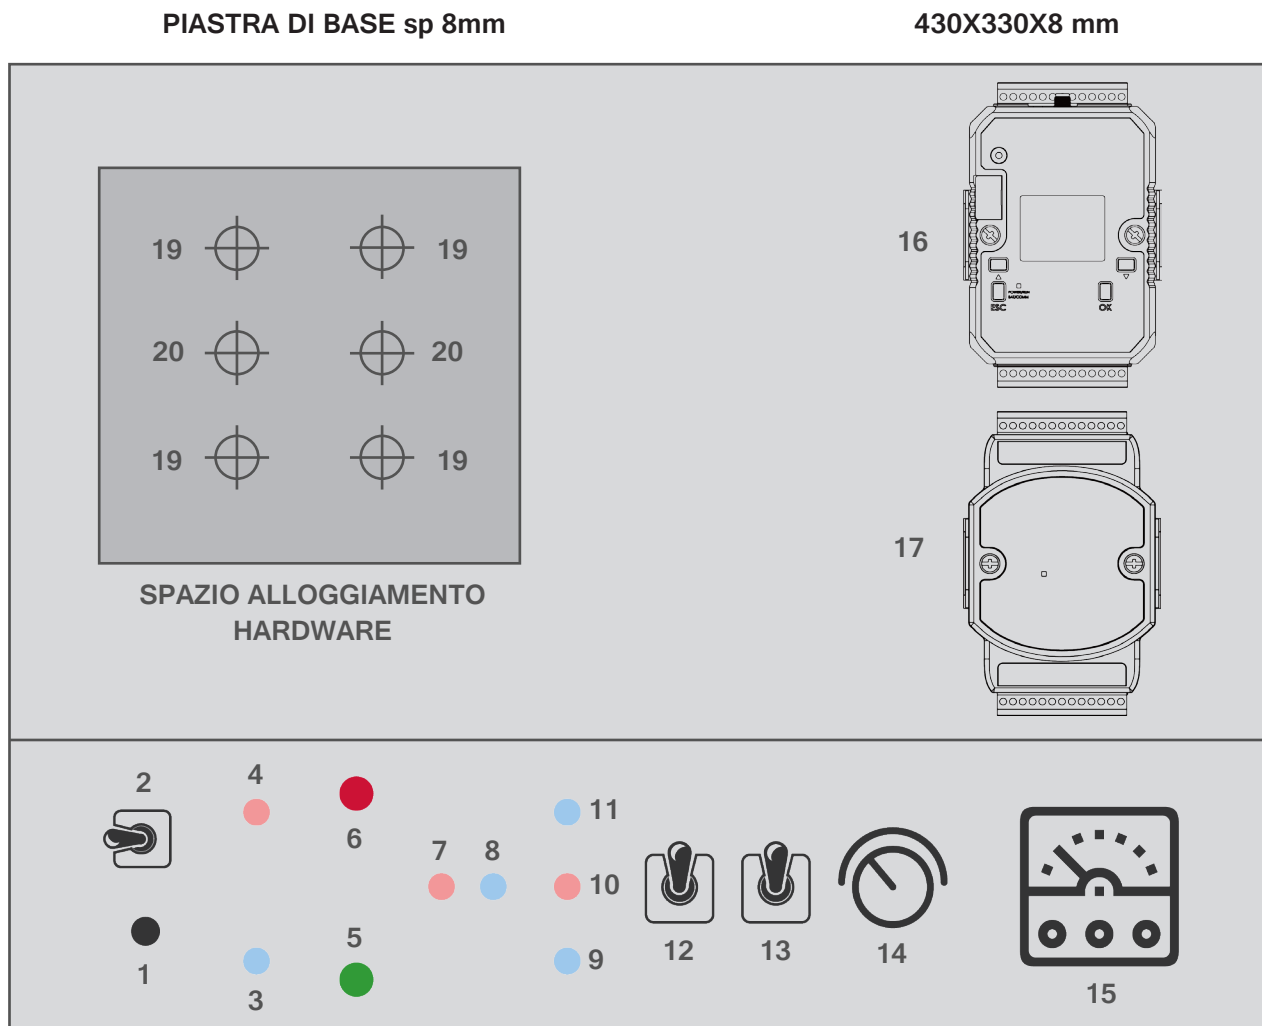

Figura 1 - Schemi costruttivi IOT Starter Kit
A seguito del collegamento posizionare la leva di accensione su ON (punto n.2 in Figura 1).
A tal proposito è disponibile un cavetto predisposto denominato ALLEANTIA CABLE KIT incluso nella confezione che deve essere collegato da un lato ai su indicati spinotti predisposti sulla consolle (n.3 e n4 in Figura 1), mentre gli altri estremi del cavo devono essere connessi negli appositi ingressi previsti sull'hardware IOT SCADA SERVER di Alleantia non incluso nella confezione e da acquistarsi separatamente.
- LED **Verde**: indica lo stato dell'uscita digitale DO0 del dispositivo YOTTA A5289D (n. 5 in **Figura 1**).
- LED **Rosso**: indica lo stato dell'uscita digitale DO1 del dispositivo YOTTA A5289D (n. 6 in **Figura 1**).